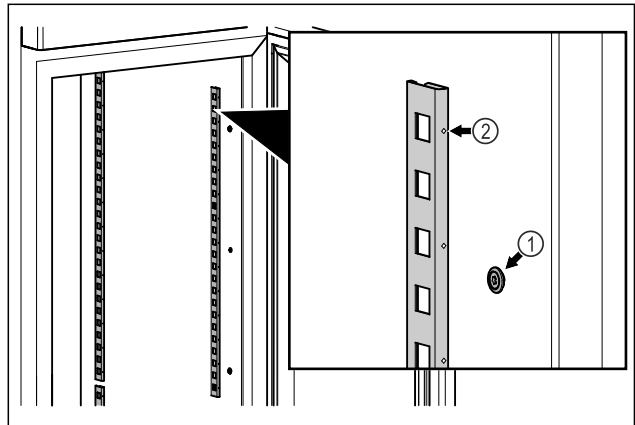

Fig. 17 Primjer izgleda
- Zakvačite letvice u ovjes Fig. 17 (1). Oznaka Fig. 17 (2) mora biti okrenuta prema naprijed.